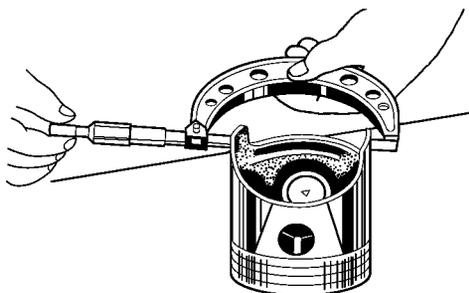

图 3-8 测量活塞裙部尺寸
(1) 检查活塞裙部的磨损 在与活塞销垂直的方向,用外径千分尺测量活塞裙部直径,如图 3-8 所示,与标准尺寸的最大偏差量为 0.04 mm。超过标准时,在发动机大修时应更换全部活塞。